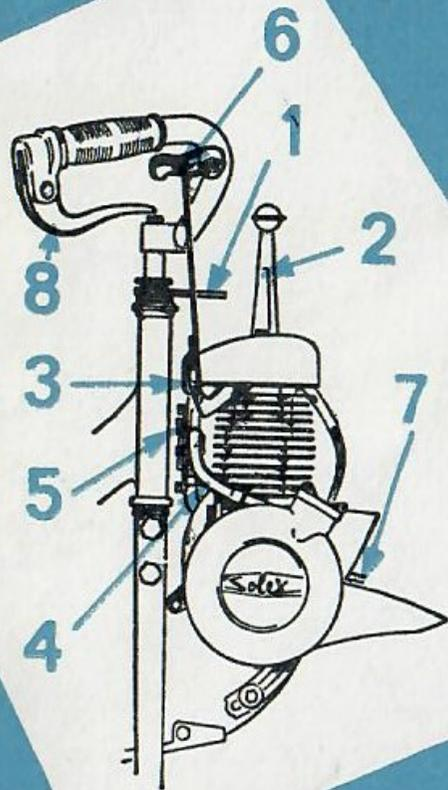

Abb. 1
— Den Ausrückhebel (2) aus dem an der Lenkstange (Abb. 1) befindlichen Halten (1) ausklinken und den Motor auf den Reifen drücken. Achtung! Ausrückhebel Abb. 1 (2) nur im Stand bei stehendem Motor betätigen.
— Bei kaltem Motor die Luftklappe am Vergaser schliessen, indem man den Hebel (3) nach links verschiebt (Abb. 1). Sowie der Motor läuft, den Hebel (3) nach einigen Metern wieder in die normale Stellung zurückschieben.
- **Anlassen** : Dekompressionshebel drücken (6 Abb. 1) und antreten. Nach einigen Metern den Hebel loslassen. Motor springt an...
- **Verlangsamen** : Den rechten Handhebel etwas anziehen (8 Abb. 1).
- **Abstellen des Motors** : Bremshebel ziehen, und den Dekompressionshebel drücken (6 Abb. 1).